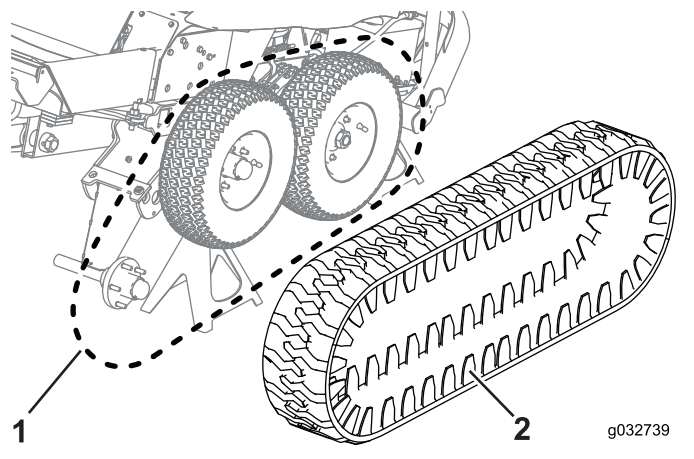

Figura 90
7. Disponha as lagartas em torno das rodas centrais e traseiras (**Figura 90**).